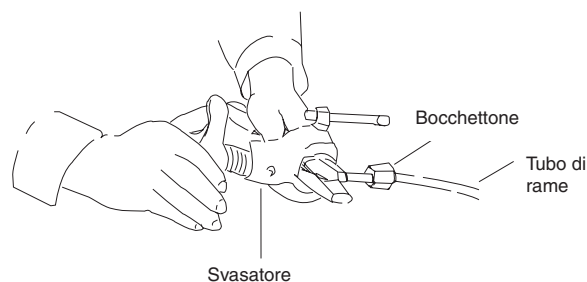

Fig. 6-3
- (3) Rimuovere il bocchettone dall'unità e accertarsi di montarlo sul tubo di rame.
- (4) Creare una svasatura all'estremità del tubo di rame con uno svasatore.* (Fig. 6-3)